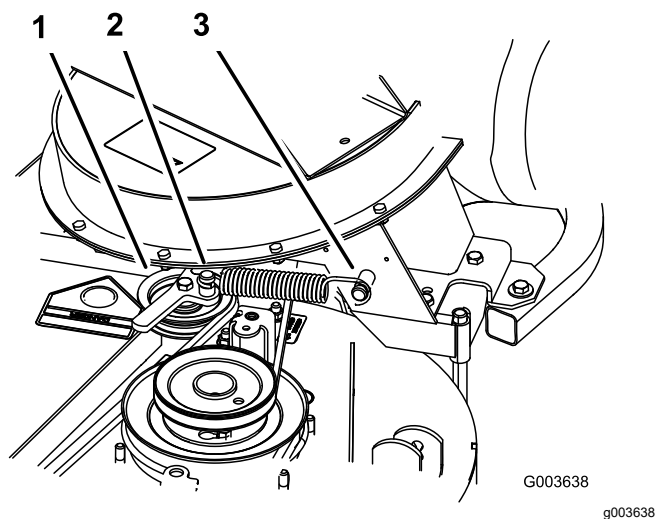

Figura 34
6. Instale el muelle según se muestra en Figura 34.